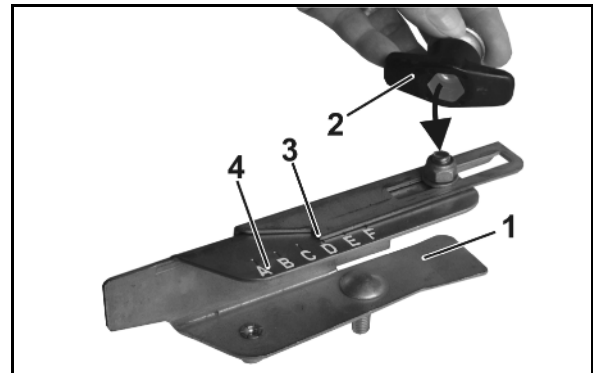

Fig. 83
5. Grensespredeskiven (Fig. 83/1) monteres på spredeskiven ved hjelp av vingemuttere (Fig. 83/2).
6. Sett avlesekannten (Fig. 83/3) på riktig bokstav i skalaen (Fig. 83/4) og still inn i henhold til spredetabellen før vingemutrene (Fig. 83/2) trekkes godt til igjen.